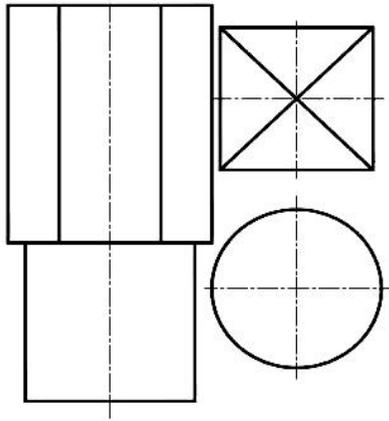

Рис. 21. Построение горизонтальной проекции геометрических тел
2. Выполнить вид сверху группы геометрических тел, взаимное расположение которых представлено на горизонтальной проекции (рис. 21).